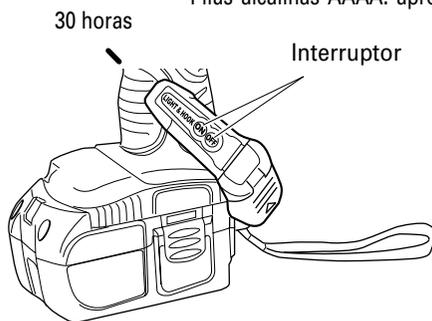

Fig. 14
- (3) Empleo como luz auxiliar
- (b) La dirección de la luz se puede ajustar dentro del alcance de las posiciones 1 - 5 del gancho. (Fig. 14)